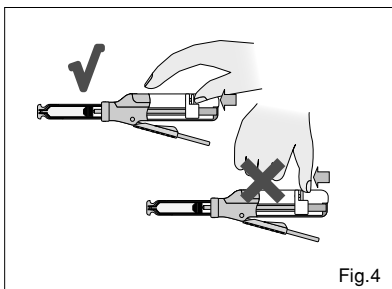

Fig.4
3. After cartridge loading, slide the release lever forwards until it stops. (Fig.4)
3. Nach dem Einsetzen der Kartusche den Lösehebel bis zum Anschlag vorschieben (Kartuschendeckel nicht abnehmen). (Fig.4)